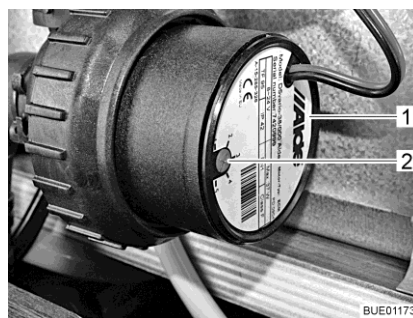

Fig. 146 Riduzione del numero di giri
Con il pomello girevole (Fig. 146,2) è possibile impostare il numero di giri della pompa di circolazione. A un numero di giri ridotto i rumori prodotti dal funzionamento della pompa si riducono.
Il pomello girevole si trova sulla pompa di circolazione (Fig. 146,1).
- Ruotare il pomello girevole (Fig. 146,2) in senso antiorario. La potenza diminuisce.